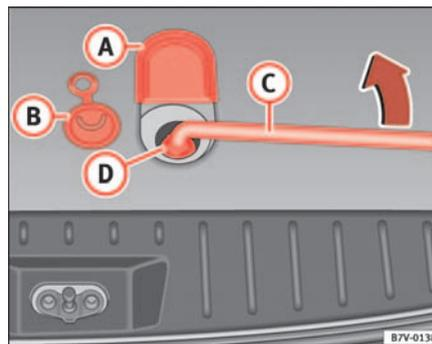

Abb. 153 Reserverad herausnehmen
1. Klappen Sie die kleine Abdeckung (A) ⇒ Abb. 153 im Gepäckraumboden nahe der Heckklappenverriegelung nach vorne.
2. Ziehen Sie die Gummiabdichtung (B) an der Öse nach oben heraus.
3. Nehmen Sie den Radschlüssel (C) aus dem Bordwerkzeug.
4. Schieben den Radschlüssel bis zum Anschlag auf die Schraube und halten ihn in dieser Position. Dabei drücken Sie den Sicherungsring (D) nach unten ⇒ **!**.
5. Drehen Sie den Radschlüssel (C) solange linksherum, bis Sie das an einem Seil hängende Reserverad hinter dem Fahrzeug hinstellen können.
4. Nehmen Sie den Radschlüssel  $\Rightarrow$  Seite 240, Abb. 153 **(C)** und drehen Sie die Schraube im Gepäckraumboden solange rechts herum, bis das ausgewechselte Rad fest an der Unterseite des Gepäckraumbodens anliegt  $\Rightarrow$  **!** in „Reserverad herausnehmen“ auf Seite 240.
5. Verschließen Sie die Öffnung mit der Gummiabdichtung  $\Rightarrow$  Seite 240, Abb. 153 **(B)** und klappen Sie die Abdeckung **(A)** zurück.